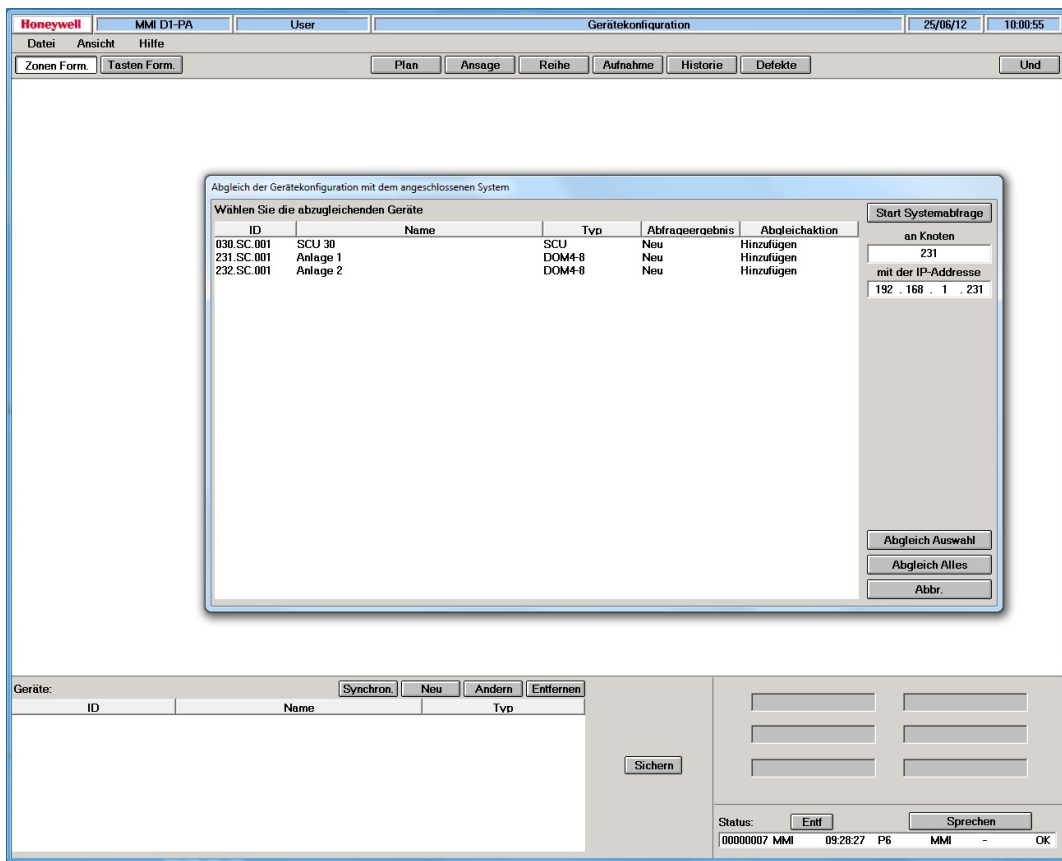

Abb. 10: Darstellung der Ergebnisse des System-Scans
- Nach Beendigung des System-Scans erscheint die Taste „Start Systemabfrage“ wieder grau und die während des Scans erkannten VARIODYN® D1-Knoten (DOM, SCU, UAG) werden als neu erkannte Geräte aufgelistet (siehe Abb. 10).
- Nach Beendigung des System-Scans wird die Taste „Start Systemabfrage“ wieder grau und die im Scan erkannten Differenzen zur bestehenden Gerätekonfiguration werden aufgelistet (siehe Abb. 10).